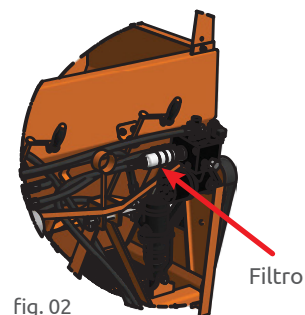

fig. 02
- Este equipamento possui um filtro de óleo hidráulico (Fig. 02) na entrada principal do sistema hidráulico para evitar contaminações por partículas sólidas.